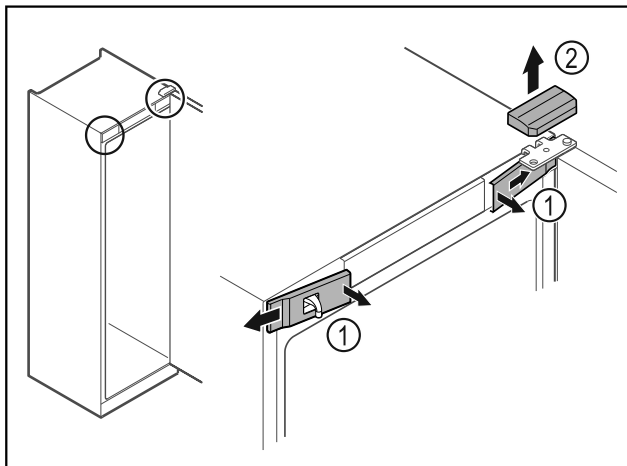

Fig. 10
- ▶ Spnite sprednje pokrove Fig. 10 (1) in jih odstranite proti strani.
- ▶ Zgornji pokrov Fig. 10 (2) snemite v smeri navzgor.